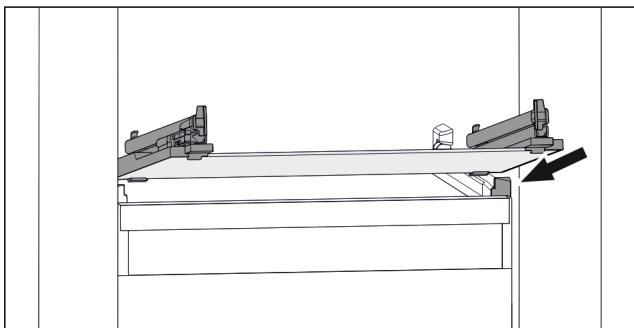

Fig. 47 Stikla plaukta piemēra attēlojums
- Uzlieciet stikla plauktu ieslīpi aiz aizturiem. (skat. Fig. 47)